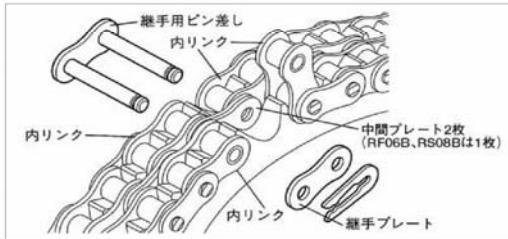

図15. 「継手用ピン差し」を通す
- 2) 「継手用ピン差し」を両端の内リンクに通し、多列チェーンの時は中間プレート2枚 (チェーン列数-1箇所) を入れて、次の内リンクにピンを通して行きます。(図15)